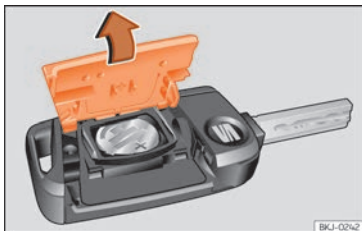

Abb. 133 Fahrzeugschlüssel: Deckel des Batteriefachs öffnen.
- Abdeckung auf der Rückseite des Fahrzeugschlüssels »» **Abb. 133** in Pfeilrichtung abnehmen »» ❶.
- Abdeckung wie gezeigt ansetzen »» **Abb. 133** und entgegen der Pfeilrichtung auf das Fahrzeugschlüsselgehäuse drücken, bis sie einrastet.
❶ VORSICHT